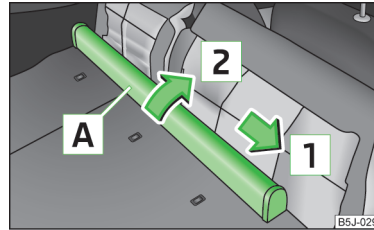

Abb. 55
- › Das Netztrennwandgehäuse **A** » Abb. 55 in Pfeilrichtung **1** schieben und aus der Aufnahme der rechten Sitzlehne in Pfeilrichtung **2** herausnehmen.